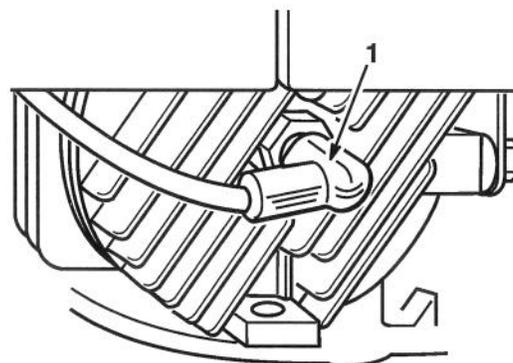

Figure 22
- Visser la bougie à la main puis la serrer à 20 N·m (180 po.-lbs – 15 pi.-lbs) (Fig. 22).
- Une fois l'entretien terminé, rebrancher le fil de bougie (Fig. 22).
1. Débrancher le fil de bougie (Fig. 22).
5. Une fois l'entretien terminé, rebrancher le fil de bougie (Fig. 22).